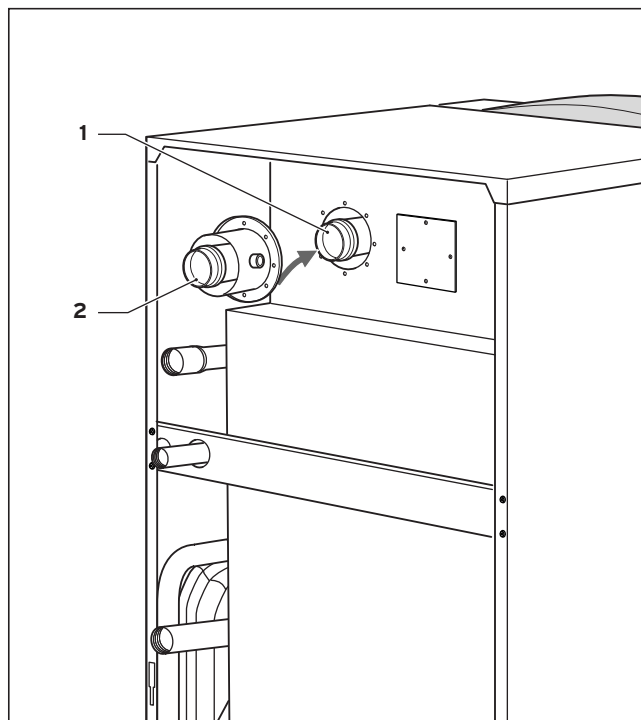

Abb. 4.3 Conexión de la salida de gases
- Instalar el adaptador de la fig. 4.3. entre la caldera y la salida de gases